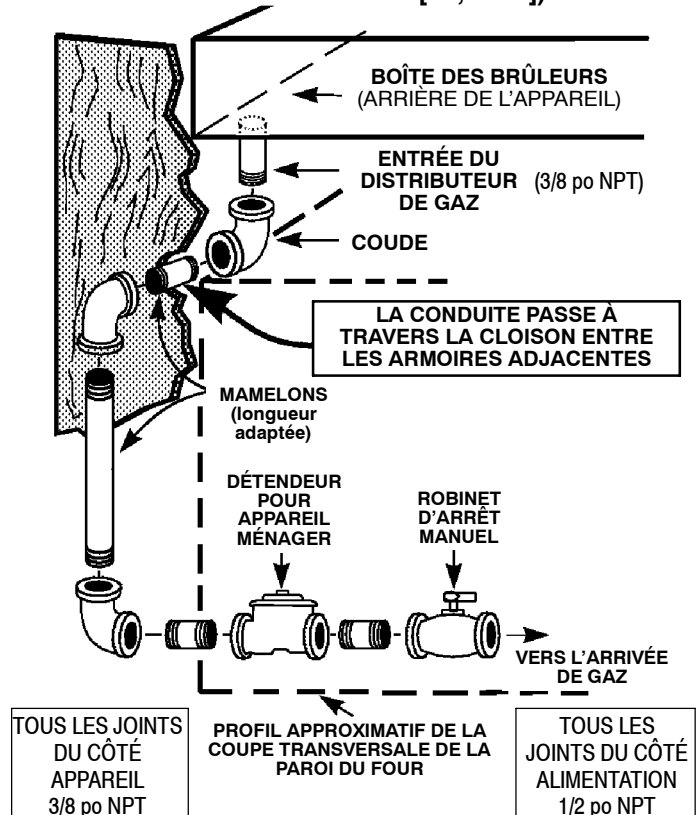

FIGURE 4
### Remarque concernant la figure 4 ci-dessus :
- Pour plus de facilité à l'entretien, un raccord-union (non montré : disponible localement) doit être intégré à la conduite illustrée à la figure 4, à l'endroit le plus pratique pour la pose. En général, ce sera dans une armoire au-dessous de l'appareil, près de l'entrée du distributeur de gaz, plutôt que dans une armoire adjacente.
Si la prise doit être montée dans une armoire adjacente à gauche ou à droite, un trou comme celui décrit ci-dessus doit être pratiqué dans la cloison entre les armoires. La figure 4, page 5, illustre une cloison type (côté gauche). Le trou pour la fiche (non montré à la figure 4) peut être